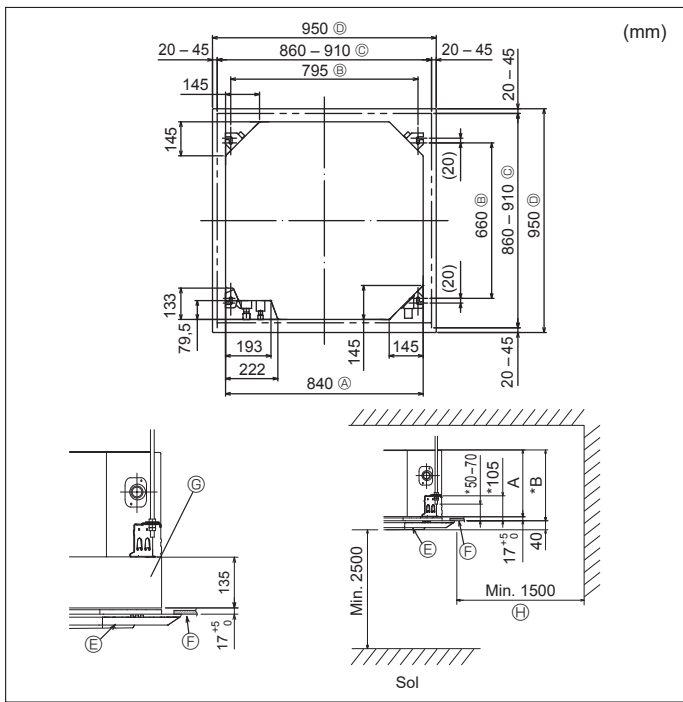

Fig. 3-2
### 3.2. Ouvertures dans le plafond et emplacement des boulons de suspension (Fig. 3-2)
- \* Les dimensions de l'ouverture dans le plafond peuvent être définies au sein de la plage indiquée dans la Fig. 3-2 ; centrer l'appareil principal par rapport à l'ouverture dans le plafond, en veillant à la symétrie de chaque côté par rapport à l'orifice.